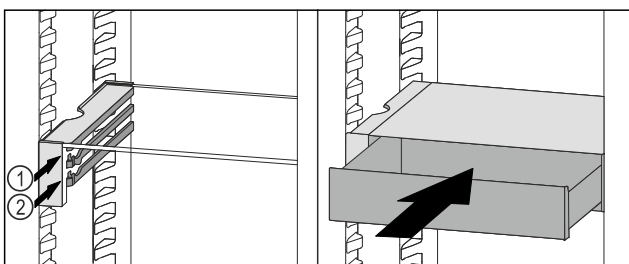

Fig. 82
- ▶ Установите выдвижной ящик VarioSafe за стопоры на требуемый выступ Fig. 82 (1) или Fig. 82 (2).